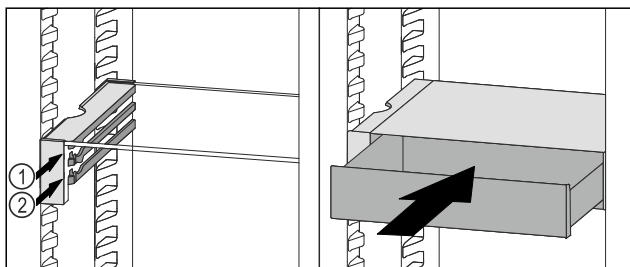

Fig. 121
- VarioSafe-Schubfach hinter den Stoppern auf gewünschter Rippe Fig. 121 (1) oder Fig. 121 (2) aufsetzen.